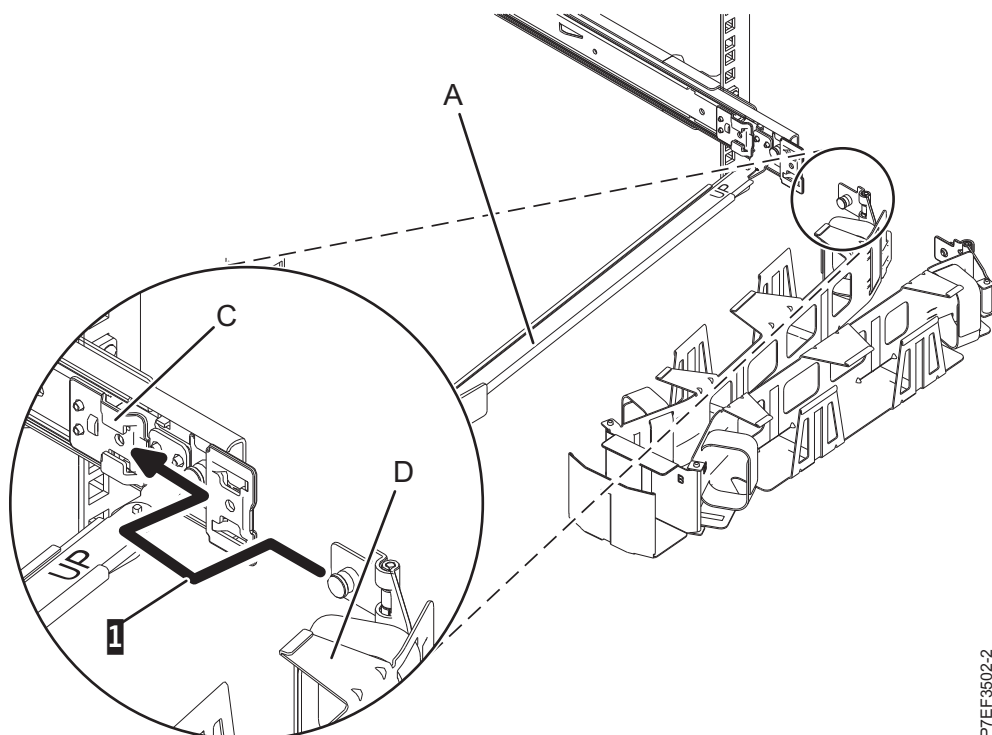
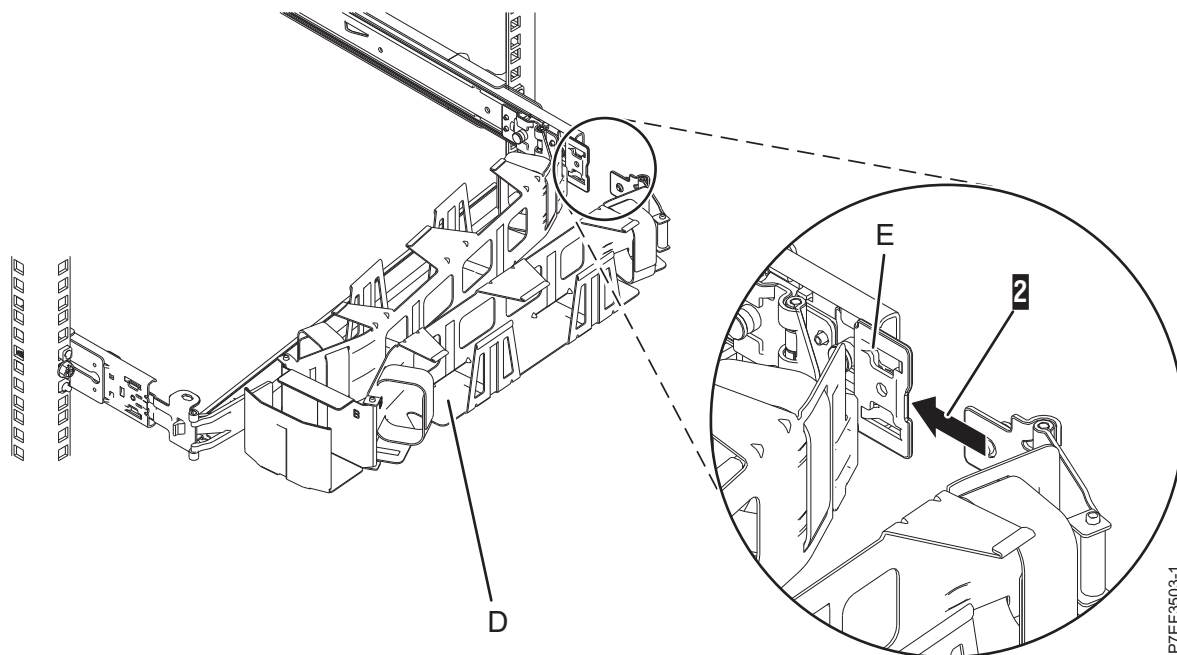

図 15. ケーブル・マネジメント・アームのタブを取り付け金具のスロットにスライドさせて取り付ける
図 16. ケーブル・マネジメント・アームの残りのタブを拡張ブラケットにスライドさせて取り付ける
7. ケーブル・マネジメント・アーム (D) をサポート・アーム (A) の上に置きます。最初のケーブル・マネジメント・アームのタブを、取り付け金具 (C) のスロットに滑り込ませます。バネ仕掛けのラッチが所定の位置に収まるまで、タブを押し込みます。もう一方のケーブル・マネジメント・アームのタブを、右側のスライド・レールの外側の拡張ブラケット (E) に滑り込ませます **(2)**。バネ仕掛けのラッチが所定の位置に収まるまで、タブを押し込みます。詳しくは、図 15、および 13 ページの図 16 を参照してください。